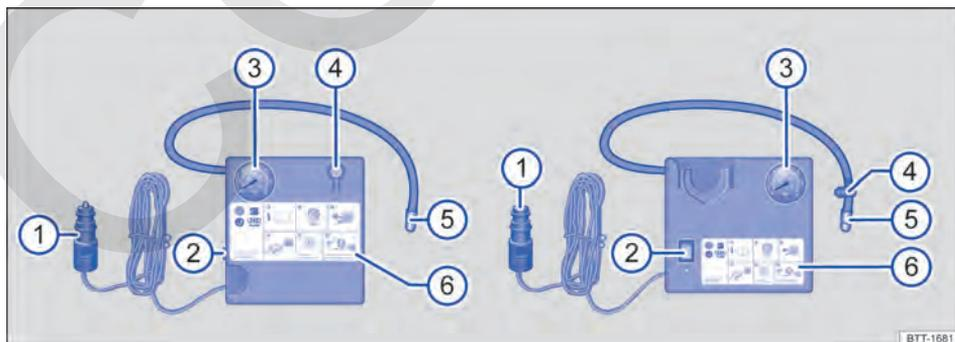

Fig. 256 Representación esquemática: compresor del kit reparapinchazos. ▶
El compresor del kit reparapinchazos se compone de los siguientes elementos → fig. 256:
- Enrosque fijamente el tubo de inflado → fig. 256 ⑤ del compresor de aire en la válvula del neumático.
- Compruebe que el tornillo de descarga de aire → fig. 256 ④ esté cerrado.
- Acople el conector de 12 voltios → fig. 256 ① a una toma de corriente de 12 voltios del vehículo → pág. 253.
- Encienda el compresor de aire con el conmutador de encendido y apagado → fig. 256 ②.
- Deje el compresor en funcionamiento hasta alcanzar una presión de 2,0 a 2,5 bares (29-36 psi/200-250 kPa) → ⚠️. **No lo deje funcionar más de 8 minutos** → ①.
Vuelva a enroscar el tubo de inflado → fig. 256 ⑤ y compruebe la presión del neumático en el indicador ③.